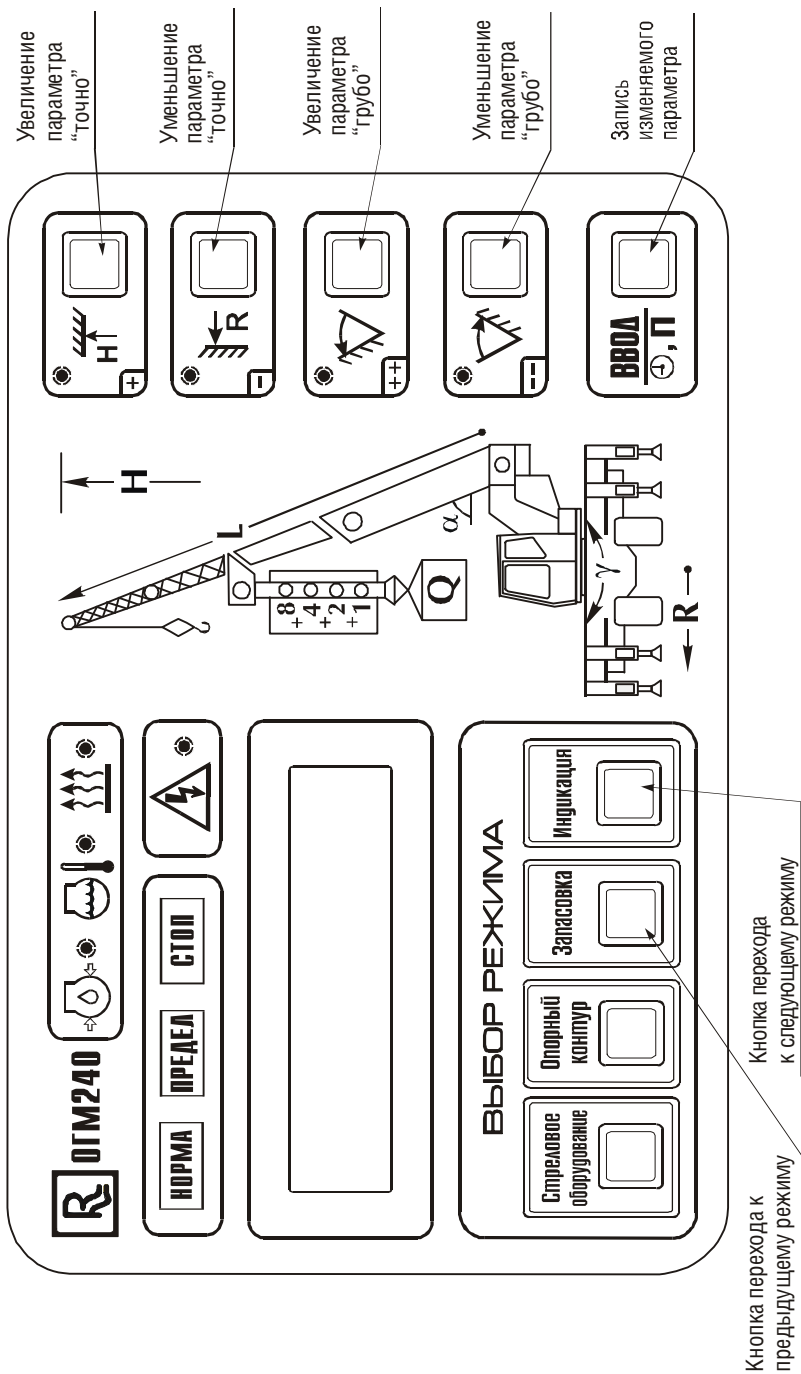

Рисунок 8 — Передняя панель прибора безопасности (режим настройки)
- коммутацию электрических цепей в соответствии со схемой соединения ОГМ (рисунок 8).
Соединить датчики давления со штоковой и поршневой полостями гидроцилиндра подъема стрелы. Подключить разъем Х6 (см. рисунок 8) к датчику, соединенному с поршневой полостью гидроцилиндра подъема стрелы, а разъем Х7 к датчику, соединенному со штоковой полостью.
Закрепить провод датчика на оголовке стрелы, исключая механические повреждения его изоляции. Подключить наконечники Х2, Х3 (см. рисунок 8) к датчику приближения к ЛЭП.